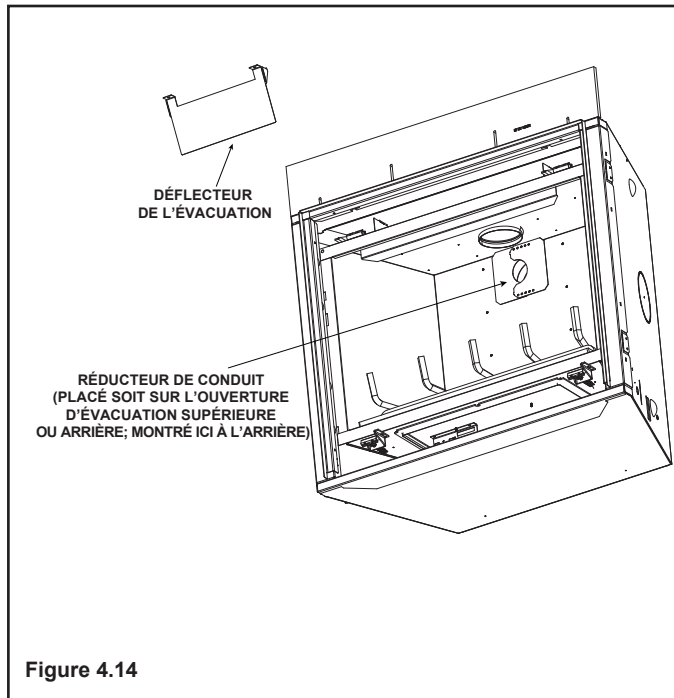

Figure 4.14
1. Retirez le déflecteur d'évacuation en utilisant une clé 1/4 po pour retirer les deux vis le maintenant en place. Voir la figure 4.14.